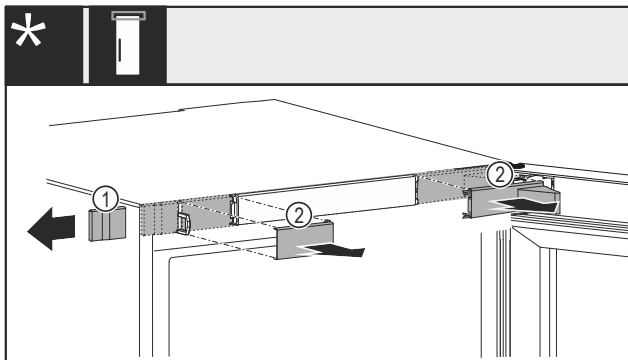

Fig. 13 С механическим или электрическим замком*
- ▶ Осторожно снимите крышку Fig. 13 (1) сбоку.*
- ▶ Осторожно снимите крышки Fig. 13 (2) движением вперед.*